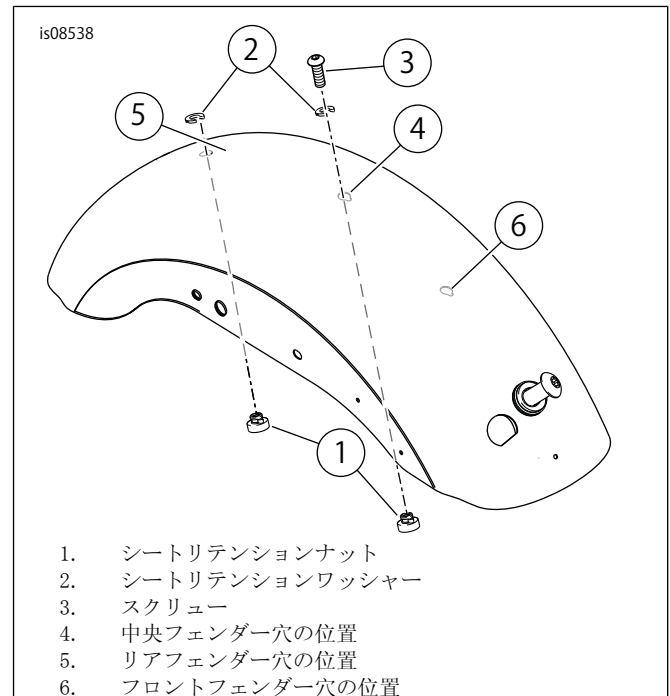
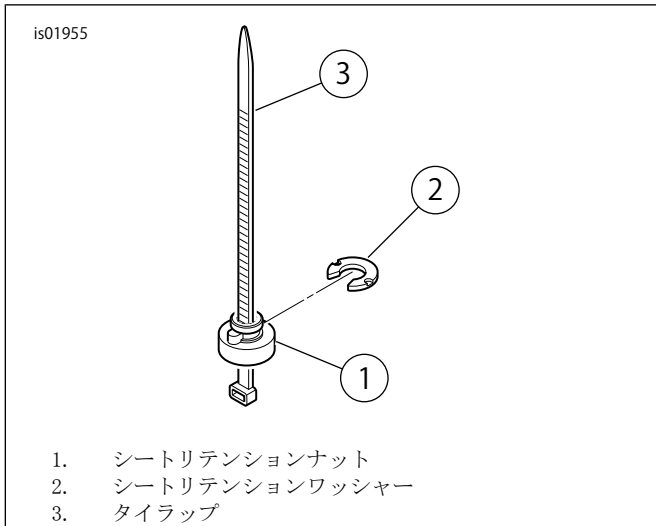

図1. シートリテンションナットおよびワッシャーの位置
図2。シートリテンションナット、ワッシャー、およびツール
- a. XL 883N、XL 1200V、XL 1200Xモデルの場合: 「図1」および「図4」を参照してください。スクリュー(3)をリア穴の位置(5)から取り外します。スクリューは後の取り付けで使用するため保管します。ガイドワッシャー(部品番号7487)を使って、シートマウントタブの下にシートを装着します。既存のスクリュー(部品番号3085)を使って、リアスクリーホールにシートを装着します。次のトルク値で締め付けます: 2.3-4.5 N・m (20-40 in-lbs)。
- b. マウントブラケット(部品番号5176-97A)も使用場合があります。XL 883Lモデルの場合: 「図1」を参照してください。シートリテンションキットをフェンダー位置(5)に取り付けます。「図2」を参照してください。ケーブルストラップ(3)は取り付けツールとして使用できます。リテンションナット(1)をケーブルストラップ上に置きます。ナットの広い端がケーブルストラップの目の方向に来るように配置します。フェンダー下に、フェンダーの穴を通してケーブルストラップを取り付けます。ケーブルストラップを引き上げ、フェンダー下側に対してナットスナッグを押さえ付けます。OEシートスクリューでシートを取り付けます。次のトルク値で締め付けます: 2.3-4.5 N・m (20-40 in-lbs)。
- a. 「図1」を参照してください。リテンションナットが中央の穴(4)に取り付けられている場合。OEシートスクリューでシートを取り付けます。次のトルク値で締め付けます: 2.3-4.5 N・m (20-40 in-lbs)。
- b. 図1を参照してください。シートリテンションキットを中央のフェンダー位置(4)に取り付けます。「図2」を参照してください。ケーブルストラップ(3)は取り付けツールとして使用できます。リテンションナット(1)をケーブルストラップ上に置きます。ナットの広い端がケーブルストラップの目の方向に来るように配置します。フェンダー下に、フェンダーの穴を通してケーブルストラップを取り付けます。ケーブルストラップを引き上げ、フェンダー下側に対してナットスナッグを押さえ付けます。OEシートスクリューでシートを取り付けます。次のトルク値で締め付けます: 2.3-4.5 N・m (20-40 in-lbs)。